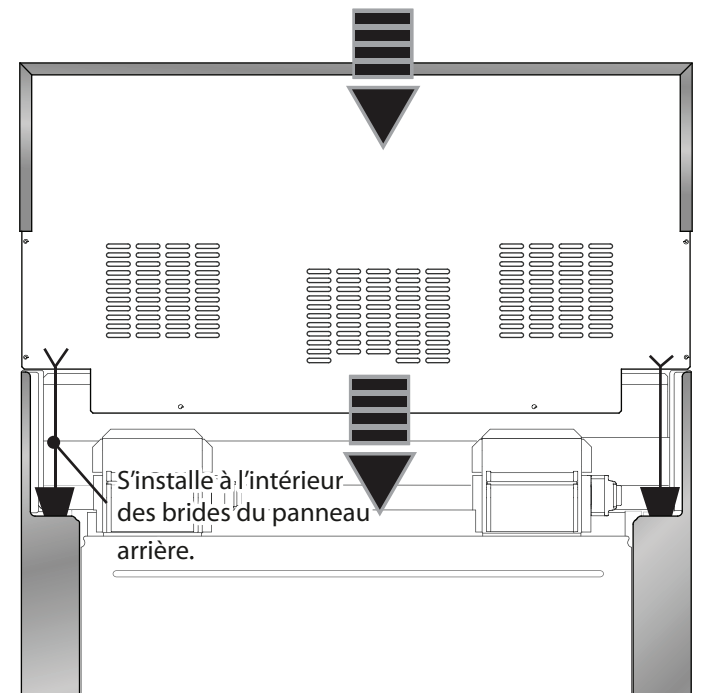

Figure 19 : Installation du dossieret
3. Alignez le panneau arrière du nouvel accessoire avec les brides des coins arrière droit et gauche des panneaux latéraux de la cuisinière. Le dossieret s'insère dans les canaux de guidage situés à l'arrière de la cuisinière (Figure 19).